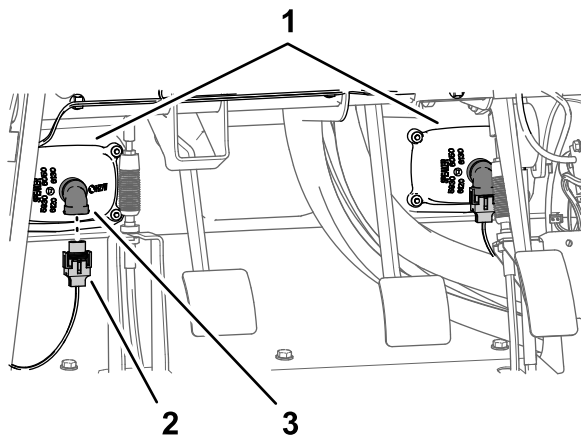

Рисунок 19
1. Отсоедините 2 электрических разъема (2-гнездовых) жгута проводов машины от 2-штыревых разъемов левой и правой фар (Рисунок 19).